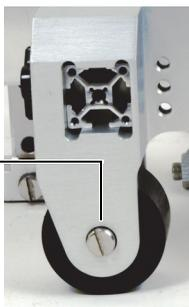

図 2-32 フレームに取り付けられたホイール
1. マイナスドライバーを使用して、ホイールを保持しているネジを取り外します (60 ページの図 2-32)。